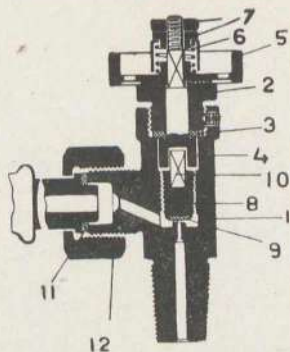

Fig. 3
Bei Blasenbildung, Undichtigkeit der Absperrventile (9, Fig. 3).
- b) Undichtigkeit an den oberen Ventilverschraubungen (2, Fig. 3). (Dichtungsring [3, Fig. 3] zwischen Ventilsitz und Stopfbüchse).
- c) Undichtigkeit an der Verschraubung zwischen Absperr-Ventil und Verbindungsrohr (11, Fig. 3).
Zu 3. Von Dichtungsflächen des Ventilsitzes (9, Fig. 3) Unsauberkeiten entfernen.
- b) Nachziehen der großen Mutter (2, Fig. 3);
Loch im Dichtungsring (3, Fig. 3) aus-
- c) Überwurfmutter (12, Fig. 3) nachziehen
oder Dichtungsringe (11, Fig. 3) ersetzen.